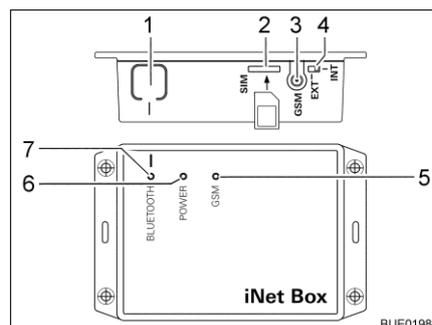

Bild 227 Truma iNet-Box
- Taste BLUETOOTH (Bild 227,1) an der iNet-Box 1 Sekunde lang drücken. Die Truma iNet-Box ist ca. 2 Minuten lang im mobilen Endgerät sichtbar (Name: "Truma iNet-Box"). In diesem Zeitraum blinkt die blaue LED BLUETOOTH (Bild 227,7).
- Mini-SIM-Karte mit eigener Rufnummer und ausreichendem Guthaben vorsichtig wie dargestellt in den Steckplatz (Bild 227,2) der Truma iNet-Box schieben, bis sie einrastet. Die rote LED GSM (Bild 227,5) muss dauerhaft blinken. Wenn die rote LED nach 20 Sekunden erlischt: Mini-SIM-Karte prüfen.